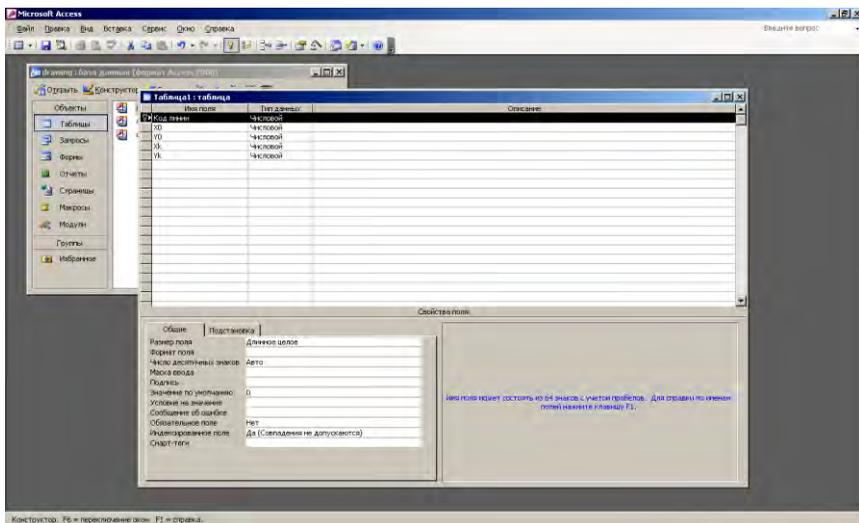

Рис. 1.10. Создание таблиц базы данных Drawing (чертеж)
В нижней части окна (рис. 1.10) появляются настройки дополнительного описания свойств атрибутов.
**Обратите внимание** на возможность установки ключа слева от имени поля (рис. 1.10). Он означает, что **данное** поле для **данной** таблицы является **первичным ключом**.